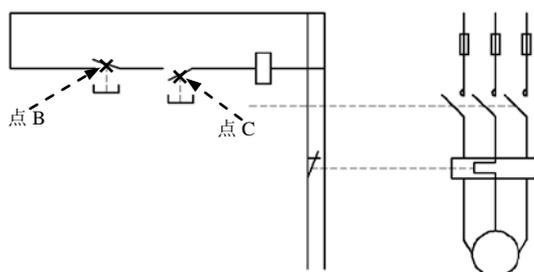

图 17.10.27 插入块
(4) 插入块。选择下拉菜单 **插入** \rightarrow **块** 命令，选择 block1 为插入对象，单击 **确定** 按钮后，在图 17.10.27 所示的 B 点为插入点；在图 17.10.27 所示的 C 点插入块 block1。